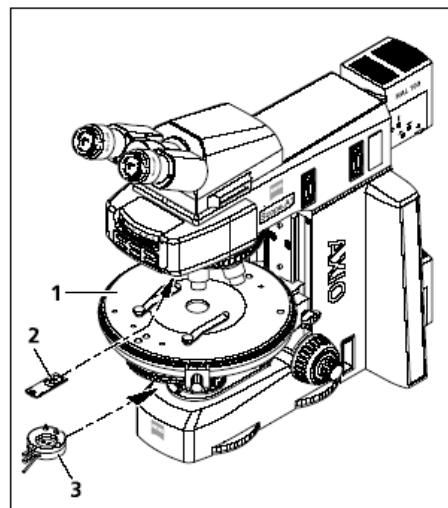

图4-7 透射光偏振组件
(2) 使用设备
(3) 校准显微镜
- 设定旋转式 Pol 载物台（图4-7/1）的中心。
- 使用可旋转起偏镜时，把起偏镜（图4-7/3）转入光路，并置于 0° 位置。
- 把检偏镜插板（图4-7/2）推入补偿镜插口，或者在反射镜转盘/插板上转入检偏镜模块。因为交叉起偏镜的缘故，此时视场呈黑色。
(2) 使用仪器
- 旋转载物台（图4-7/1）
- 根据第4.1.1 (3)节描述，校准透射明视场显微镜。确保双目观察筒已正确校准双眼距离（参见第3.5.1节）。
- 调中旋转 Pol 载物台（图4-7/1）。
- 使用可旋转起偏镜时，把起偏镜（图4-7/3）摇入光路，并置于 0° 位置。
- 把检偏镜模块摇进反射镜转盘（图4-7/2）（或者把检偏镜插板摇入中间板）。因为交叉起偏镜的缘故，此时视场呈黑色。